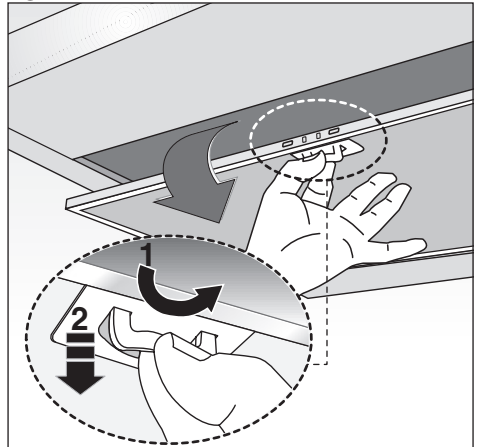

Fig.15
- La distanza minima fra la superficie di supporto dei recipienti di cottura sul dispositivo di cottura e la parte più bassa della cappa da cucina deve essere di almeno **65 cm**. Se dovesse essere usato un tubo di connessione composto di due o più parti, la parte superiore deve essere all'esterno di quella inferiore. Non collegare lo scarico della cappa ad un condotto in cui circoli aria calda o utilizzato per evacuare fumi degli apparecchi alimentati da un'energia diversa da quella elettrica. Prima di procedere alle operazioni di montaggio, per una più facile manovrabilità dell'apparecchio disinserire i filtro/i antigrasso (Fig.15).
- Se il vostro apparecchio è dotato di camino decorativo inferiore che necessita di fissaggio al corpo cappa con le viti, rimuovere dalla cappa i filtri antigrasso agendo sulle apposite maniglie (Fig.15).